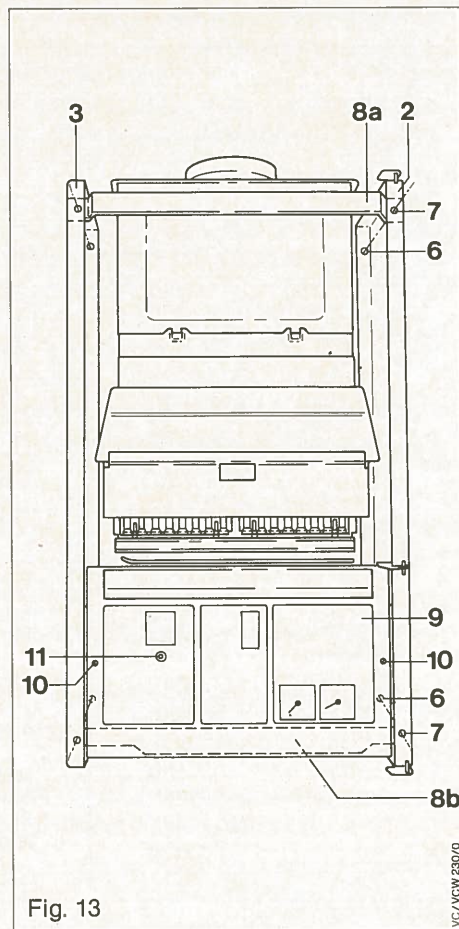

Fig. 13
- a) Smontare il pannello intermedio (9) fig. 13.
- b) Allentare le viti (1) di circa due o tre giri.
- c) Levare il ceneriere (2).
- d) Smontare completamente la vite (3).
- e) Piegare leggermente verso un lato il tubo (4a) con il raccordo (4).
- r) Rimontare il pannello intermedio (9) fig. 13.
- b) Smontare il raccordo (6) e spostare leggermente a lato il tubo (6a).
- c) Svitare le n° 3 viti (7) e spostare a lato il depressore (8).
- e) Svitare le n° 4 viti (9) le altre due viti della parte destra sono accessibili dai fori sul lamierino (10).
- h) Dopo aver montato il nuovo ugello aria 5 applicare il nuovo operatore e fissarlo con le n° 4 viti (9). Controllare la stampigliatura del nuovo ugello aria (vedi cap. 12.2.2).
- i) Rimontare il depressore (8) e serrare le viti (7).